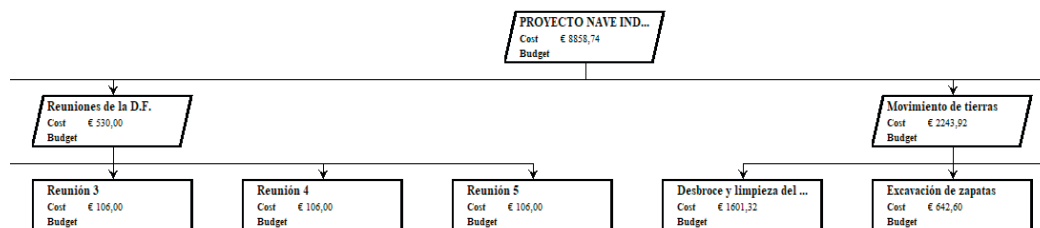

Figura 54.
- *WBS*: muestra la Estructura de Descomposición del Trabajo (*Work Breakdown Structure*) que establece la organización de tareas y el coste asociado a cada una de ellas (figura 54). Permite modificar la relación de dependencia